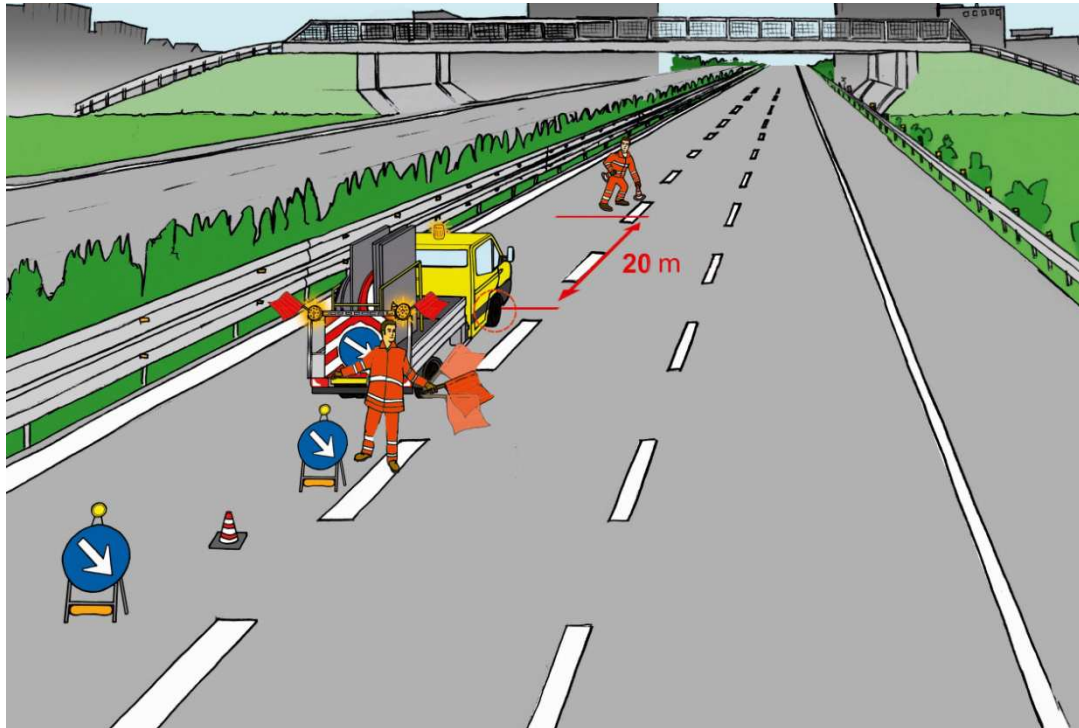

Fig. 7
- Durante gli spostamenti gli addetti devono sempre precedere di almeno **20 m** l'automezzo e **mai** seguirlo. (vedi fig. 7)